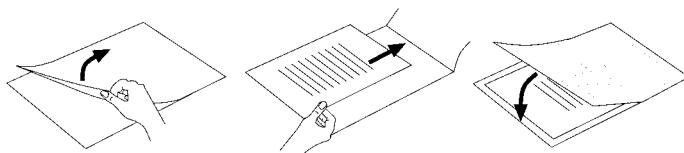

Fig. 2
- ▶ Asegúrese de utilizar solo una funda para el plastificado. Ábrala de la manera indicada en el ejemplo de la fig. 2.
- Asegúrese de utilizar solo una funda para el plastificado. Ábrala de la manera indicada en el ejemplo de la fig. 2.